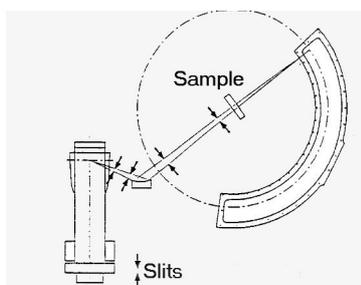

Figure 2 : Reflection front focalization
## Отражение (рис.2 и 3)
Схема на рис. 2 и 3 показывает положение образца, где угол падения прямого луча остается постоянным во время всего измерения.
- недофокусировка (рис.2)